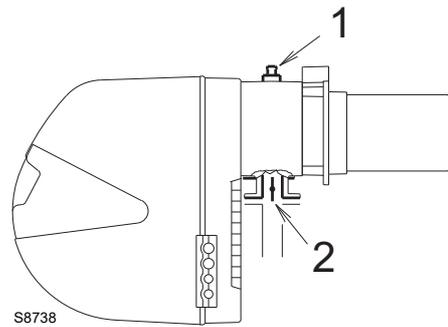

Fig. 27
Pression gaz mesurée à la prise 1)(Fig. 27), avec:
Perte de charge du papillon à gaz 2)(Fig. 27) avec ouverture maximale: 90°.
- soustraire de la pression du gaz à la prise 1)(Fig. 27) la pression chambre de combustion.
Pression du gaz à la prise 1)(Fig. 27) = 10,4 mbar
Par contre, pour connaître la pression du gaz nécessaire à la prise 1)(Fig. 27), après avoir fixé la puissance maximale de fonctionnement du brûleur:
- Lire la pression à la prise 1)(Fig. 27) sur la droite, colonne 1.
pression nécessaire à la prise 1)(Fig. 27).